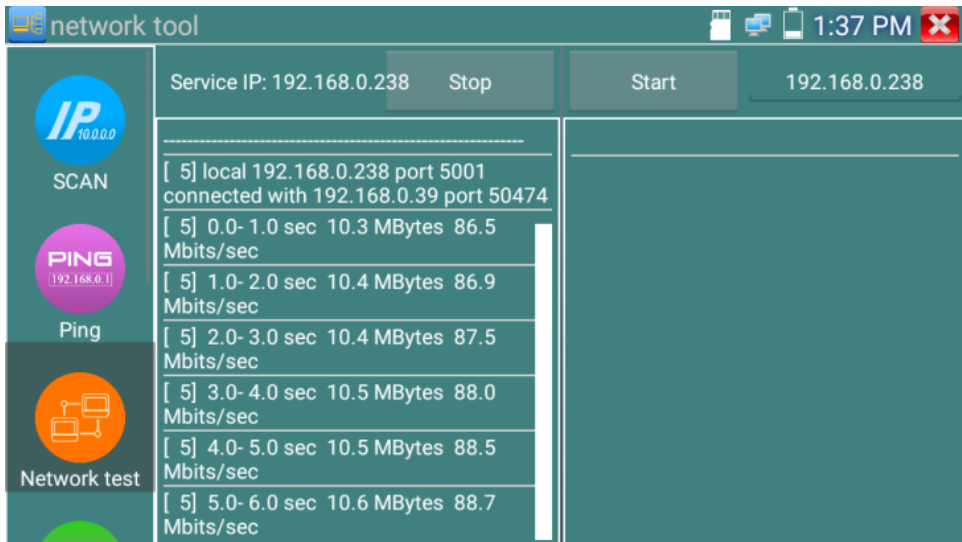

Рис. 89 Работа 1го тестера в режиме «сервер» при проверки пропускной способности сети
4. Один из тестеров запустите в качестве сервера, для этого нажмите кнопку «Запустить сервер» (Start Server). В верхнем поле слева отобразится IP адрес тестера, рис. 89;